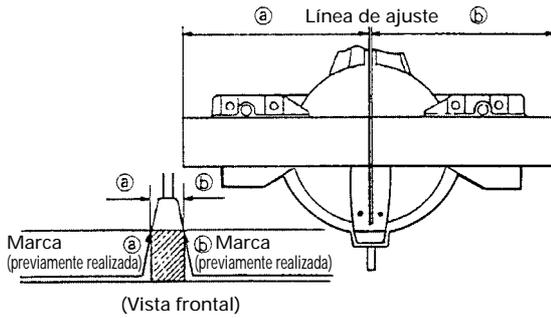

Fig. 26
- (1) Como se muestra en la Fig. 26, la anchura de la hoja de sierra es la de corte. Por lo tanto, deslice la pieza de trabajo hacia la derecha (vista desde la posición del operador) cuando desee la longitud **b**, o hacia la izquierda cuando desee la longitud **a**.